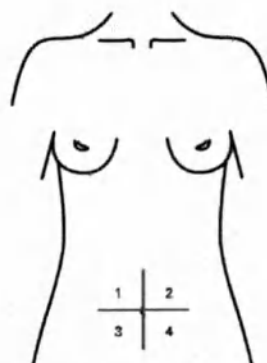

Рисунок 5
- Разделите зону живота на несколько частей (рисунок 5);